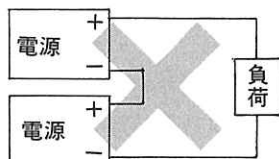

図1
- 直列(図1)及び並列運転はできません。ただし、(図2)に示すような接続は使用可能です。
- 2台以上の電源を直列運転 (図1) される場合は定格以上の電流が流れないように注意して行なってください。
- 2台以上の電源を直列運転(図1)される場合は定格以上の電流が流れないように注意して行なってください。